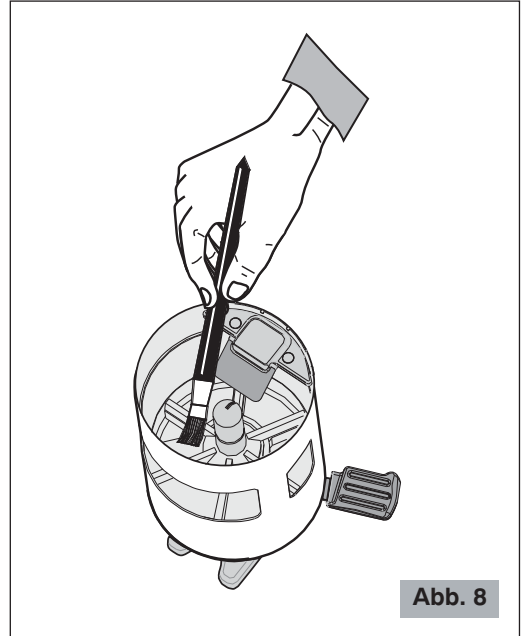

Abb. 8
- Für schwer zugängliche Bereiche eine Bürste oder Pinsel (Abb. 8) zur Reinigung benützen und für die anderen Oberflächen ein trockenes Tuch.